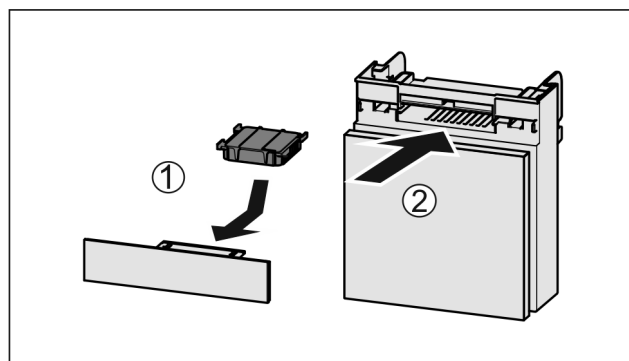

Fig. 155
- Vendosni filtrin me karbon aktiv siç tregohet në figurë Fig. 155 (1).
- Futni kutinë në vend Fig. 155 (2).